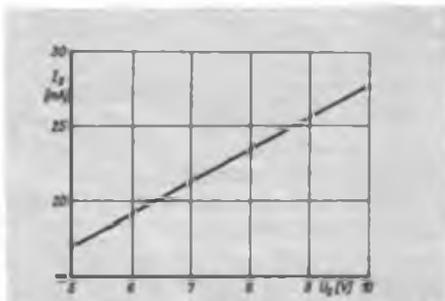

Bild 4: Stromaufnahme des Mustergerätes in Abhängigkeit von der Betriebsspannung
5. VD1 und VD1' erlöschen – innerer Kurzschluß, Diode unbrauchbar. Auf diese Weise können alle pn-Übergänge geprüft werden, wenn die Ströme und Spannungen des Testers deren Grenzwerte nicht überschreiten. Beim Gerät nach Bild 4 sind das etwa 10 mA und 4 V. Auf Z-Dioden über 4 V Durchbruchspannung reagiert der Tester wie auf andere Dioden.